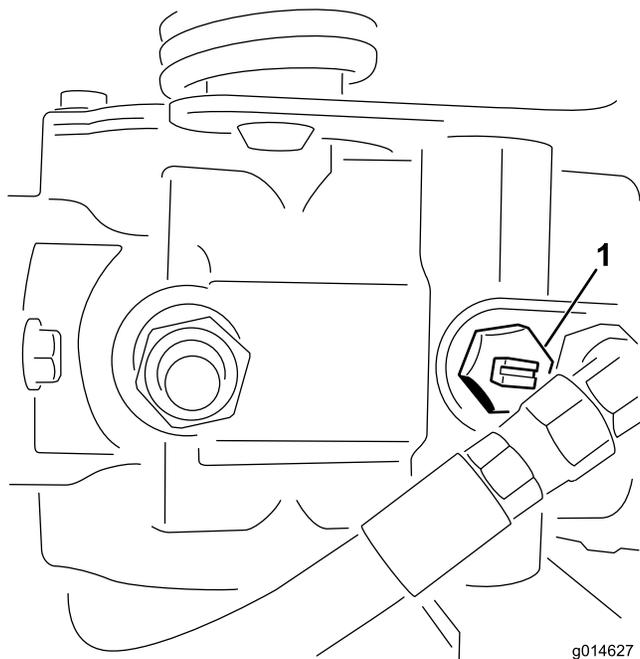

図 44
1. 油圧ポンプについているバイパス・バルブ（図 44）の溝が「縦」になるようにバルブを回転させる。
2. エンジンを開始する時には、必ずバイパスバルブ（図 44）を閉じる（溝が横向きになる）。バルブを開けたままでエンジンを掛けないこと。